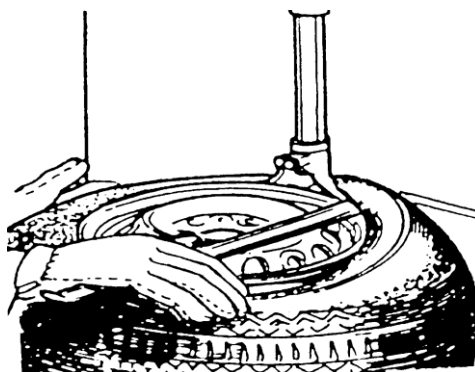

Рисунок 6
6.3.5 Вставьте лопатку между бортом шины и передней частью монтажной головки (рисунок 6).